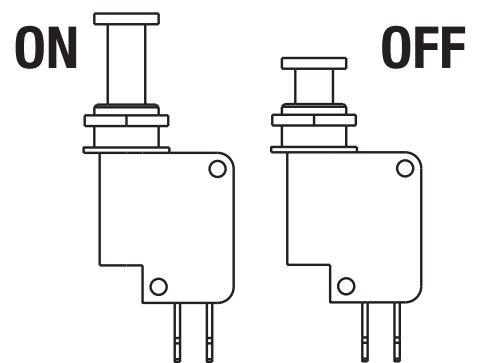

fig. 16
- ➔ ON/OFF スイッチを引いて下さい。これで、点火回路が閉じられて電流が点火回路に流れている状態です。 (fig. 16).